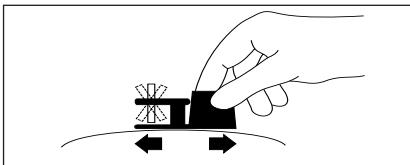

FIGURA 7
d) Segundo o sentido da seta no dispositivo, desloque lentamente a base do MAGNA-FINDER™ para trás e para a frente sobre a superfície do tecido, conforme mostrado na Figura 7. O íman do MAGNA-FINDER™ irá indicar a localização do local de injecção num plano.